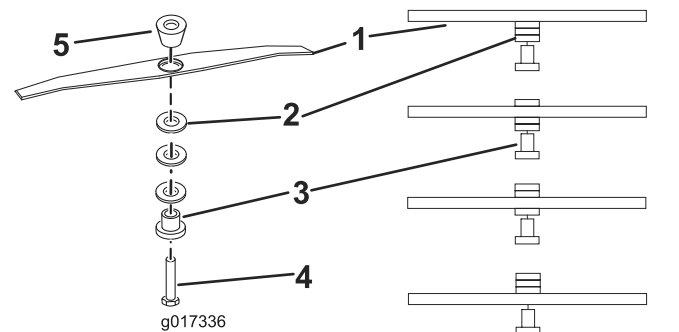

Figure 13
5. Déplacez les entretoises à la hauteur voulue, puis reposez le plateau de coupe comme montré à la Figure 13.